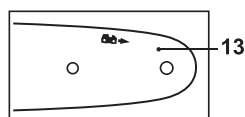

Fig. 2
5. **AVERTISSEMENT:** Le guide-chaîne (13) doit être monté avec l'icône de lame de coupe vers le haut (Fig. 2).